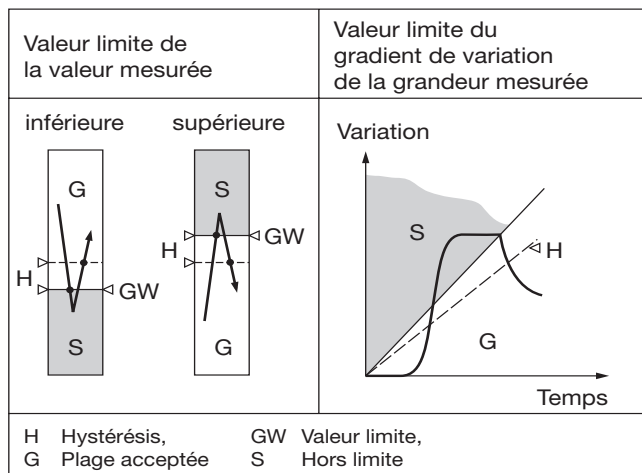

Fig. 3. Fonctions de commutation suivant type du détecteur de seuil.
- Valeur limite inférieure de la grandeur mesurée (voir Fig. 3, gauche)
- Valeur limite supérieure de la grandeur mesurée (voir Fig. 3, gauche)
(voir Fig. 3 à droite)